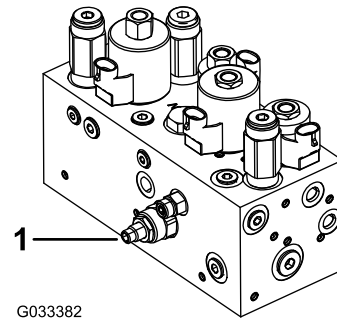

Bild 47
Der Hydraulikkreis zum Heben/Absenken der Schneideinheit besitzt ein Flusssteuerungsventil (**Bild 47**). Dieses Ventil wird ab Werk um ungefähr drei Umdrehungen geöffnet. Zum Ausgleichen unterschiedlicher Hydrauliköltemperaturen und Mähgeschwindigkeiten usw. müssen Sie dieses Ventil jedoch u. U. einstellen.
1. Klappen Sie den Sitz hoch und finden das Flusssteuerungsventil für den mittleren Zugrahmen (**Bild 47**), das sich neben dem Hydraulikverteiler befindet.